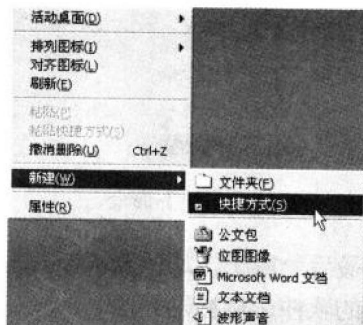

图 1-22 选择【新建】|【快捷方式】命令
- (25) 首先在桌面上右击鼠标，在弹出的快捷菜单中选择【新建】|【快捷方式】命令，如图 1-22 所示。